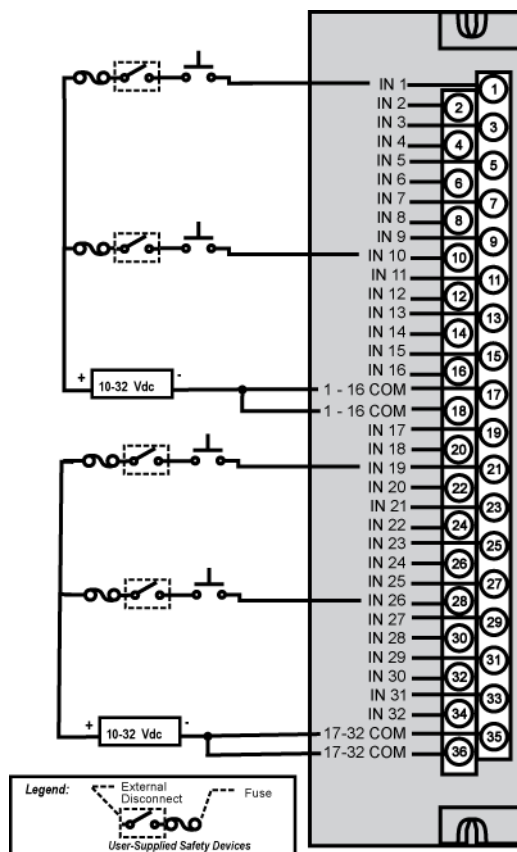

Figure 53 – Câblage du module d'entrée CC 32 points
Le module d'entrée logique CC 32 points (Figure 53) offre deux groupes de 16 entrées, chacune munie d'une paire de bornes pour des connexions à l'alimentation standard. L'application de l'alimentation CC entre la borne standard et une entrée entraîne l'activation de l'entrée (ON). Un voyant vert sur le module signale l'état actif ON. Une commande au niveau du contrôleur permet l'inversion de l'état lorsque le moment est nécessaire.